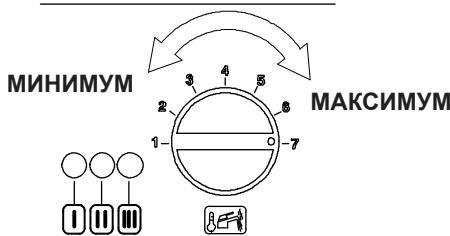

рисунок 9.9
- Действовать как обычно при настройке газового вентиля. Тепловая мощность отопления может быть изменена при вращении рукоятки регулирования температуры ГВС рисунок 9.9